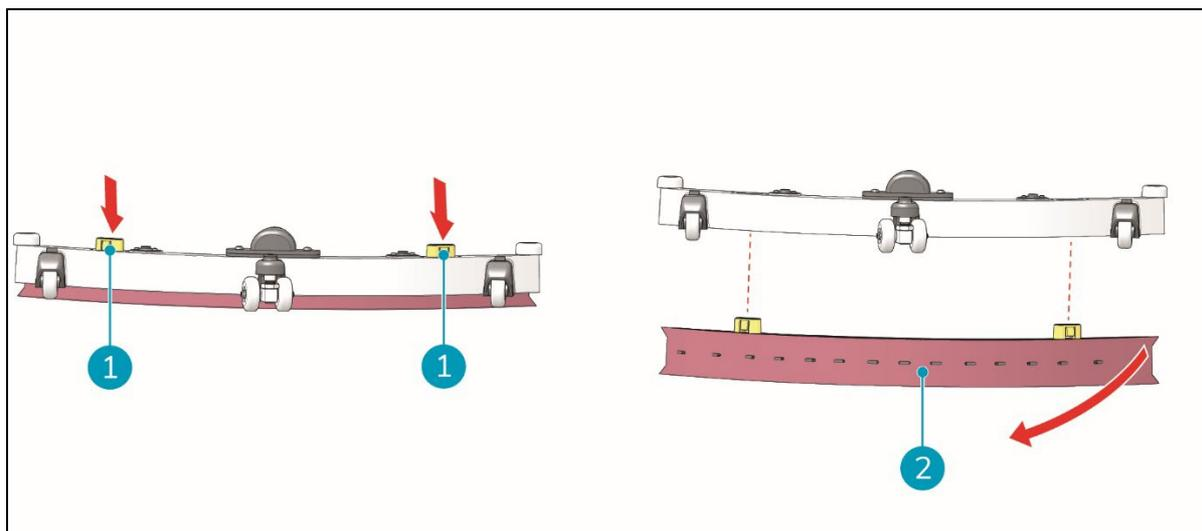

Abbildung 30
2. Wenn das Gerät aus dem Bürstendeck entfernt wurde, drücken Sie gleichzeitig auf die beiden schwarzen Knöpfe an der Oberseite der Abstreifereinheit (Abbildung 30, Pos. 1). Der Halter für die Saugleistenblätter löst sich von der Saugleisteneinheit. Jetzt liegen die Saugleistenblätter frei.
3. Ziehen Sie die vorderen und hinteren Gummiwischerblätter aus den Metallnasen der Halterung (Abbildung 30, Pos. 2).